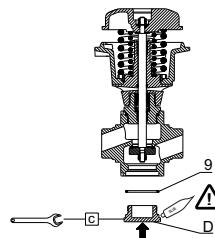

Fig. 41
18. Apply the pilot pressure (10 bar) to complete the installation of the piston seal (Fig. 41).
18. Admettre la pression de pilotage (10 bar) pour terminer la mise en place du joint de piston (Fig. 41).
Beaufschlagen Sie die Einheit mit dem Steuerdruck (10 bar), um die Installation der Kolbendichtung abzuschließen (**Abb. 41**).